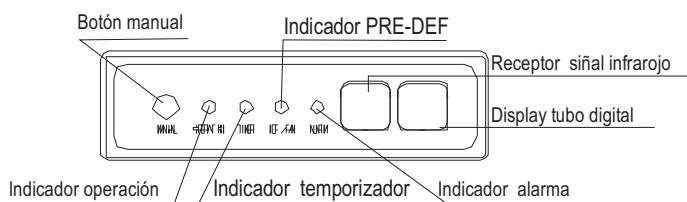

Fig.2-1
■ Descripción de los indicadores en el display de la unidad interior (véase Fig. 2-1):